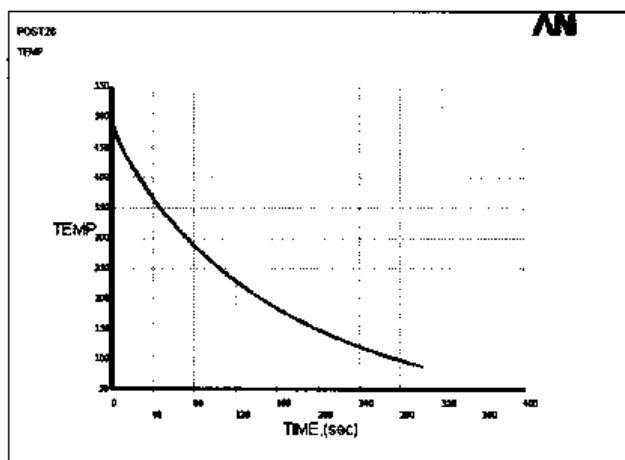

图 10-110 D 点温度随时间的变化关系曲线
(38) 选择 Main Menu | TimeHist Postpro | Graph Variables 命令, 出现 Graph Time-History Variables 对话框, 在文本框中输入 5, 单击 OK 按钮, ANSYS 显示窗口将显示 D 点温度随时间的变化关系曲线图, 如图 10-110 所示。